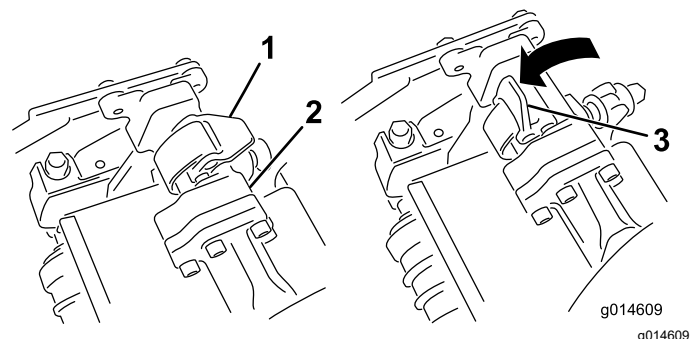
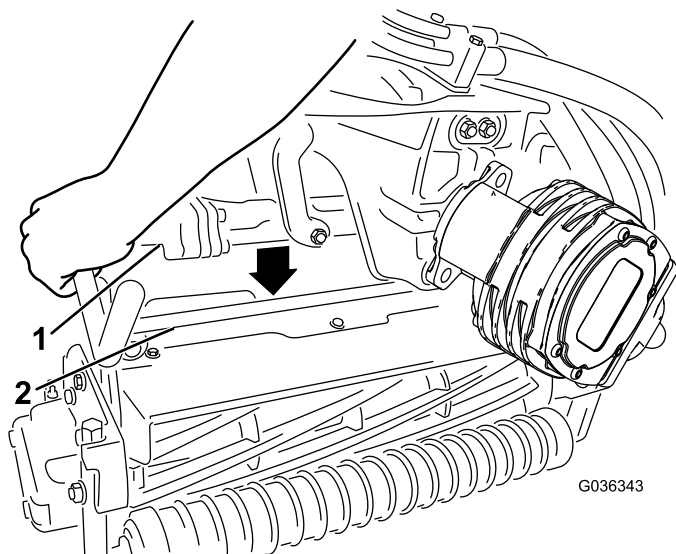

Figura 69
Figura 70
4. Abra los enganches de la barra del brazo de suspensión (Figura 69) y empuje hacia abajo el brazo de suspensión hasta que la barra encaje sobre ambos brazos de inclinación de la unidad de corte, y asegúrese de que los cierres pasan por debajo del travesaño de la unidad de corte (Figura 70).
5. Presione los enganches hacia abajo alrededor de la barra de la unidad de corte y bloquéelas (Figura 69).
6. Abra los enganches de la barra del brazo de suspensión de la unidad de corte que está retirando (Figura 69).